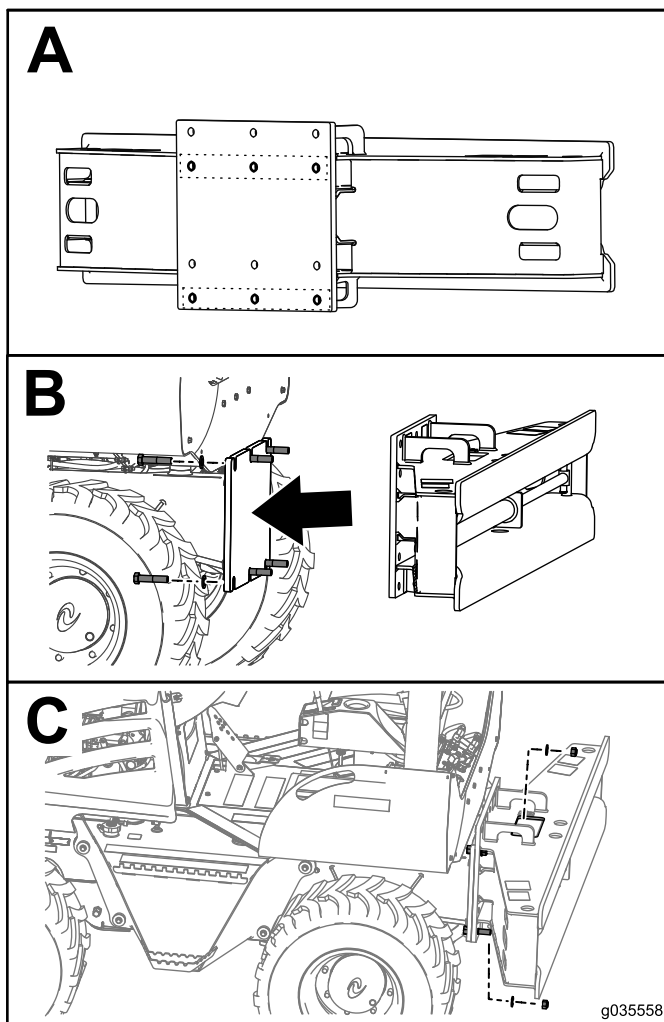

図 1
2. スライディングオフセットアタッチメントへの取り付けに使用する2列の穴取り付けプレート 図1のAを決める。
3. スライディングオフセットフレームを機体に固定する ボルト3/4 x 3 1/2 インチ6本、ワッシャ12枚、ロックナット6個を使用して図1のBおよびCのように取り付ける。